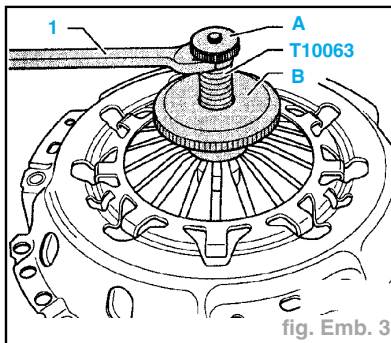

fig. Emb. 3
- Les écrous (A) et (B) du dispositif de centrage **T10063** doivent être relevés (fig. Emb. 3).